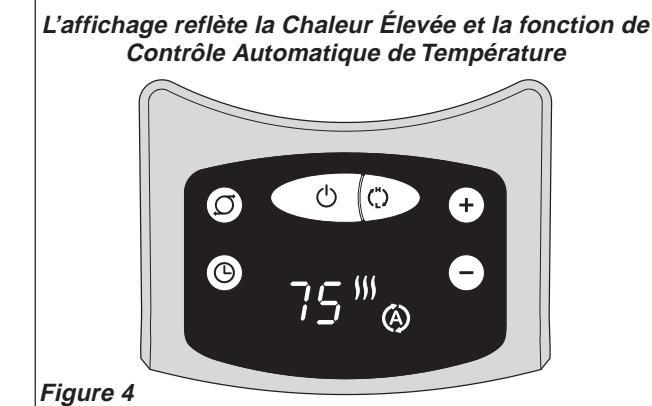

Figure 4
- Presser sur le bouton (+) ou (-) vous permet de régler la température désirée de la Chaufferette. (Figure 4)
5. Cette fonction sera annulée si le bouton (⊖) est pressé et la Chaufferette sera maintenant à son réglage de chaleur Faible (II).